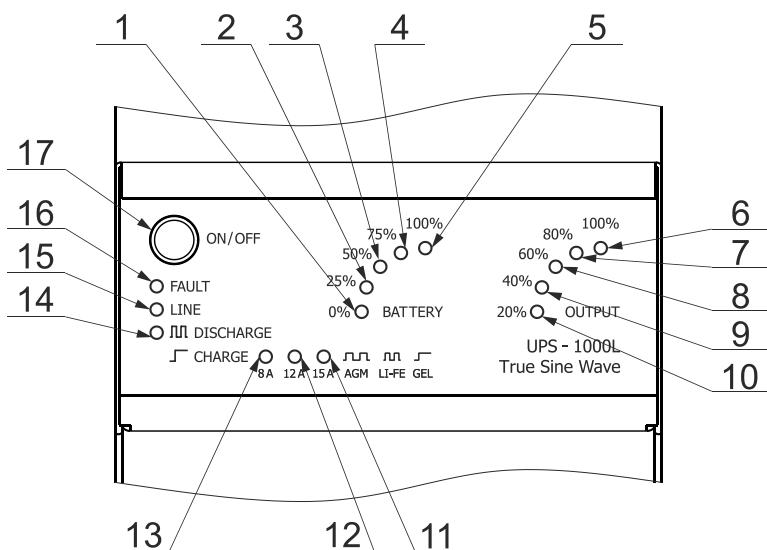

Рисунок 1 – Передняя панель ИБП
- Для включения ИБП нажмите и удерживайте кнопку 17 ON/OFF (см. рис. 1), прозвучит звуковой сигнал, который закончится через 1 сек.
- Отпустите кнопку 17 ON/OFF, в том случае, если состояние одного из индикаторов (светодиоды 11-13, см. рис. 1) типа АКБ совпадает с паспортными данными на подключенную АКБ (мигание - AGM, частое мигание - LiFePO4, постоянное свечение - GEL).
- ИБП должен быть во включенном состоянии (для включения ИБП нажмите кратковременно на 1 сек кнопку 17 ON/OFF (см. рис. 1)).
- Нажмите и удерживайте кнопку 17 ON/OFF (см. рис. 1), прозвучит звуковой сигнал, который закончится через 1 сек.
- Отпустите кнопку 17 ON/OFF в том случае, если позиция любого одного из индикаторов (светодиоды 11-13, см. рис. 1) значения тока заряда совпадает с необходимым значением тока заряда на подключенную АКБ (8 A, 12 A, 15 A).
- ИБП начнёт работу. Индикатор 15 LINE (см. рис. 1) светится, показывая, что есть питающая сеть.
При перегрузке 110% включится звуковой сигнал и будет прерывисто светиться индикатор 6 OUTPUT 100% (см. рис. 1). Через 1 минуту нагрузка ИБП отключится, звуковой сигнал отсутствует, включится индикатор 16 FAULT, индикатор 6 OUTPUT 100% продолжит прерывисто светиться. При перегрузке более 120% нагрузка ИБП отключится сразу. Для восстановления работы необходимо устранить перегрузку и кратковременно на 1 сек нажать кнопку 17 ON/OFF.
- Необходимо произвести заряд АКБ. Для этого оставьте ИБП включенным до окончания заряда батареи. Уровень заряда батареи показывает пятисветодиодный индикатор BATTERY (см. рис. 1). После полного заряда батареи должен светиться индикатор 5 BATTERY 100%, индикатор 14 CHARGE (см. рис.1) не светится.
- При пропадании напряжения сети индикатор 15 LINE (см. рис. 1) не светится.
- При отклонении напряжения сети ниже 150 В и выше 280 В индикатор 15 LINE (см. рис. 1) прерывисто светиться
- При остаточном напряжении батареи 10,7 В - короткие звуковые сигналы с короткими паузами. Через 1 минуту нагрузка отключится от ИБП. При остаточном напряжении батареи 10 В - нагрузка отключится от ИБП немедленно. Прерывисто светится индикатор 1 BATTERY 0% (см. рис. 1), после появления напряжения питающей сети ИБП включит нагрузку и перейдет в режим заряда АКБ (индикатор 14 CHARGE светится постоянно).